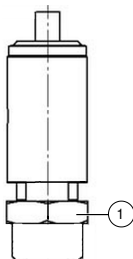
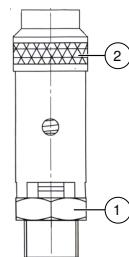

Рис. 15: Предохранительный клапан с разъемом $1/4''$
Рис. 16: Предохранительный клапан с разъемом $1/2''$
2. Откройте предохранительный клапан на несколько секунд, повернув гайку с накаткой (Рис. 16 на стр. 44) против часовой стрелки. Во время данного процесса открывается затвор предохранительного клапана, за счет чего должно произойти стравливание воздуха.
1. Установите на плоскости под ключ рожковый ключ (см. поз. 1, Рис. 15 на стр. 44 и Рис. 16 на стр. 44) и поворотом влево выкрутите предохранительный клапан.